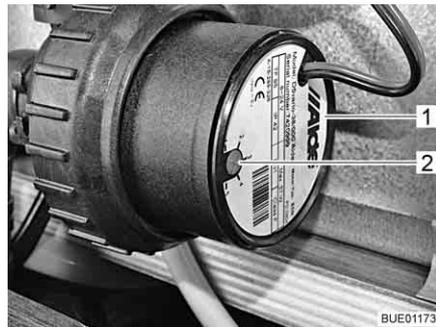

Fig. 145 Reducción de la velocidad
La velocidad de la bomba de circulación se puede ajustar con el regulador giratorio (Fig. 145,2). Con una velocidad reducida disminuyen los ruidos de rodadura de la bomba.
El regulador giratorio se encuentra en la bomba de circulación (Fig. 145,1).
- Girar el regulador giratorio (Fig. 145,2) en sentido contrario a las agujas del reloj. Se reduce la potencia.